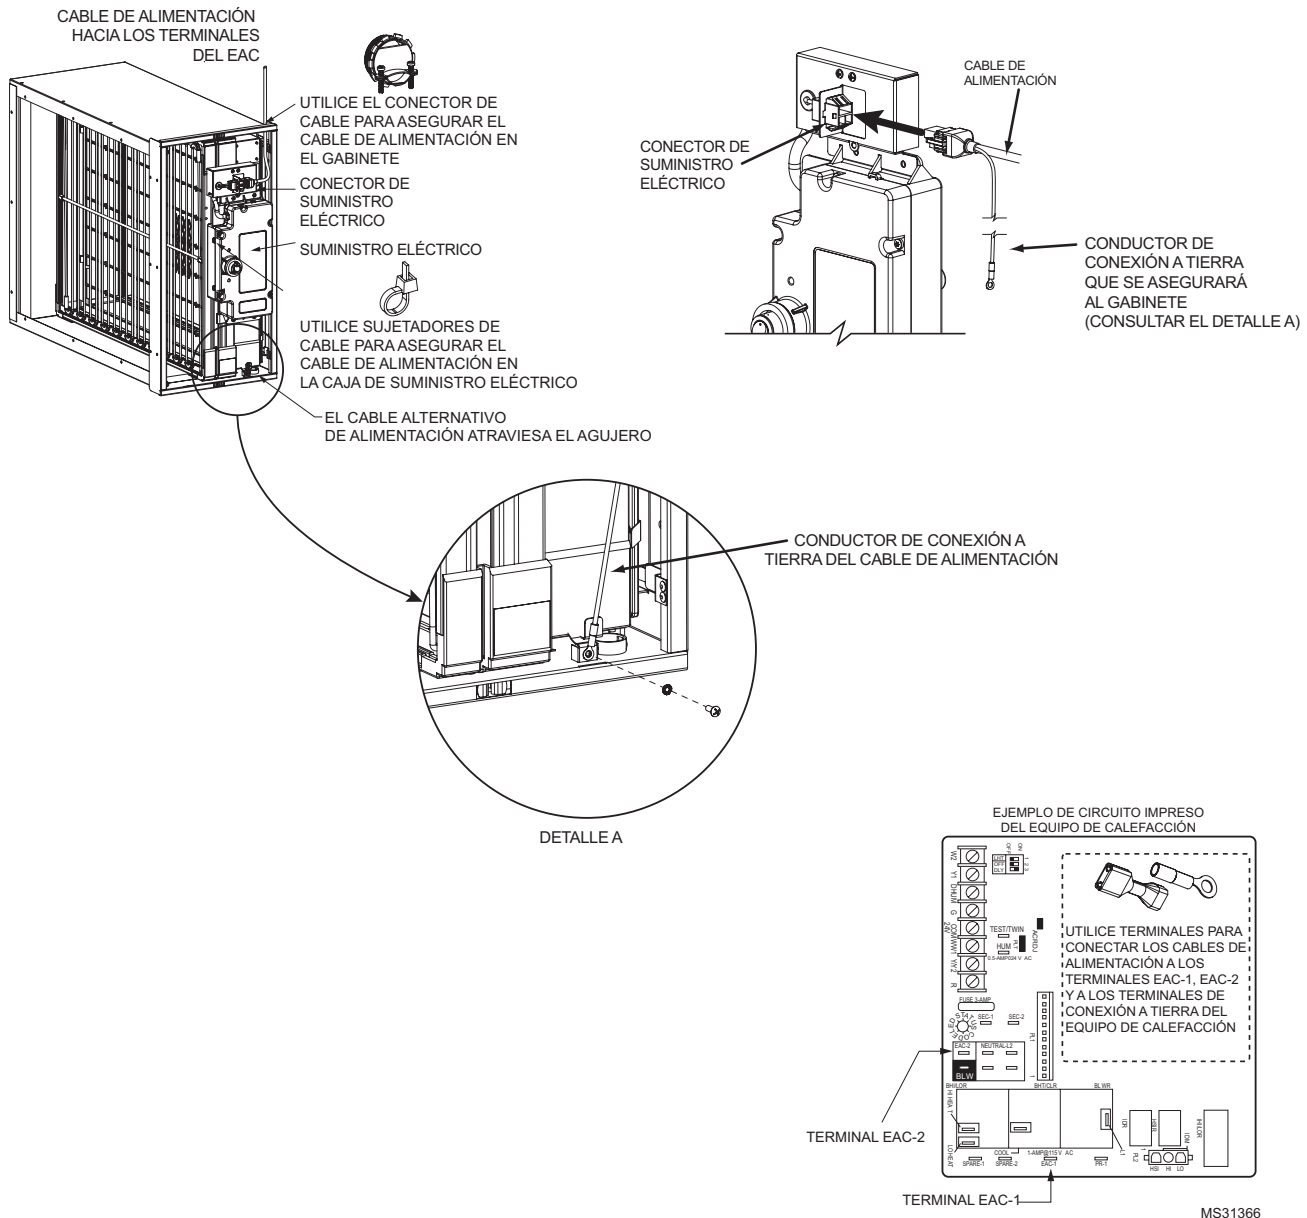

Fig. 15. Conexiones eléctricas.
- Enchufe el cable de alimentación en el conector de suministro eléctrico (ver Fig. 15).
- Con el tornillo incluido en el terminal de conexión a tierra, asegure el conductor de conexión a tierra del cable de alimentación al terminal de conexión a tierra en el gabinete (ver Fig. 15).
**Modelos FH8000F:** desconecte el cable de alimentación del módulo de mejoramiento (ver Fig. 15 en la página 17).
**Modelos FH8000F:** vuelva a conectar el cable de alimentación (ver Fig. 15 en la página 17).